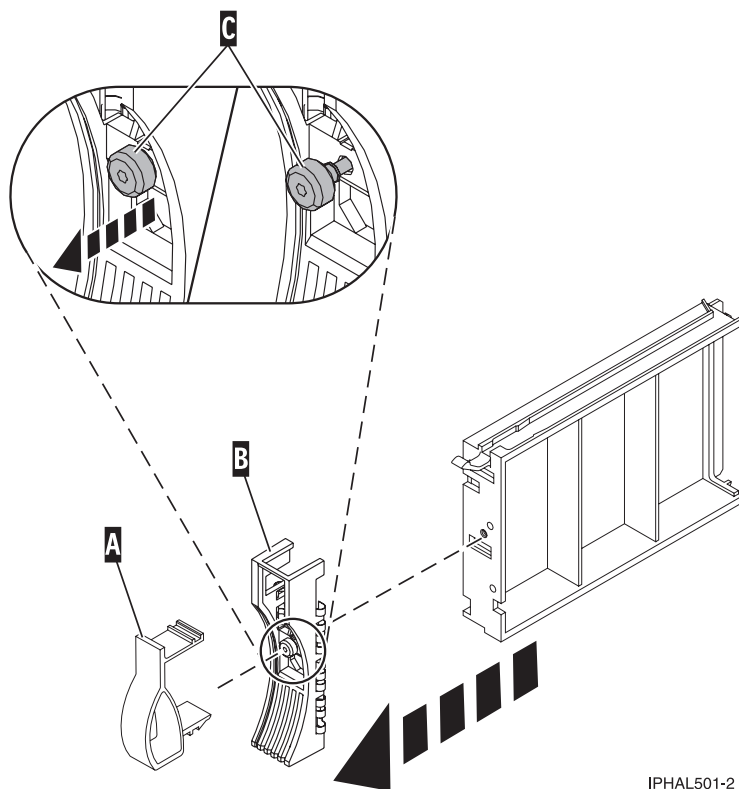

Figure 33. Retrait du panneau frontal d'une unité de disque
1. A partir de l'unité de disque ou de l'obturateur d'unité de disques retiré, retirez doucement le loquet du panneau frontal de l'unité de disque (**A**) du bord avant de l'obturateur (voir figure 33.)